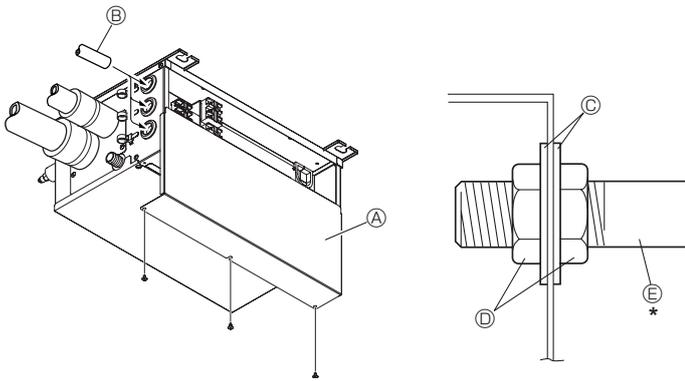

Fig. 9-4
9.1. Kablo kanalı kullanırken (Fig. 9-4)